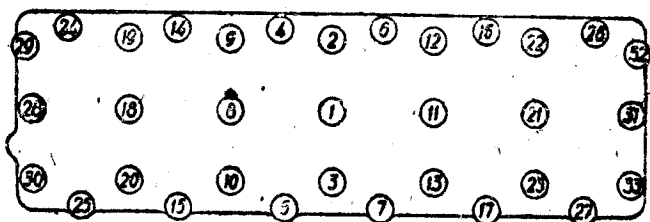

图3 校紧气缸盖螺帽的次序
7. 行驶250和500公里后，要按照图3所示的上紧次序，校紧发动机气缸盖紧固螺柱的螺帽。进行这一工序时，应当用专用扳手（附于随车工具内）以35~40公斤的力均称而调匀地校紧。